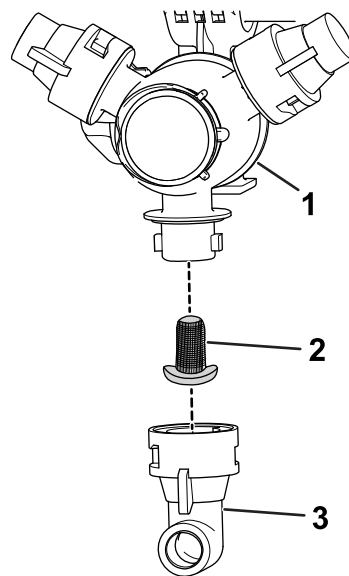

Figura 106
2. Retire la boquilla de la torreta de fumigación (Figura 106).
3. Retire el filtro de boquilla usado (Figura 106).
4. Instale el filtro de boquilla nuevo (Figura 106).
5. Instale la boquilla en la torreta de fumigación (Figura 106).